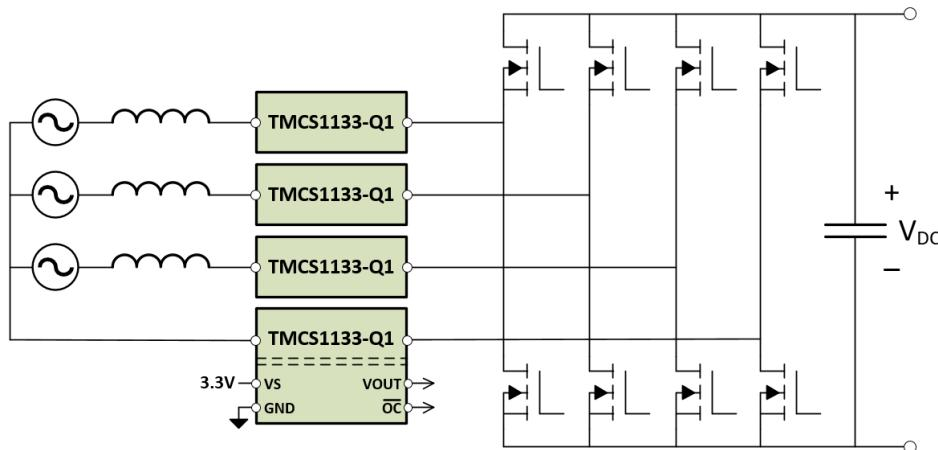

図 9-2. AC/DC コンバータの電流検出
多くのアプリケーションでは、DC 回路で使用するために、AC 電源から電力を変換する必要があります。通常、電力伝送効率を向上させるために、いくつかの種類の制御された力率補正 (PFC) 段が必要です。最新の PFC 段では、全体のサイズを縮小し、電力伝送効率を向上させるために、より高速で高速なパワースイッチが使用されています。多くの場合、AC/DC コンバータの PFC 段は AC 電源グリッドに直接接続されます。PFC 段で検出する場合の主要な課題は、電流センサが高電圧 (HV) 電力グリッドから生じる大きな電圧スパイクに加えて、電荷伝送中に高速パワースイッチから生じる大きな過渡にさらされることです。TMCS1133-Q1 構造内に固有の絶縁機能があるので、HV 電流センシングノードと低電圧制御回路との間に高いレベルの絶縁を実現し、高い同相過渡耐性 (CMTI) を達成することで、これらの課題を克服できます。図 9-2 に、一般的な AC/DC コンバータ段での TMCS1133-Q1 測定位相電流の使用方法を示します。